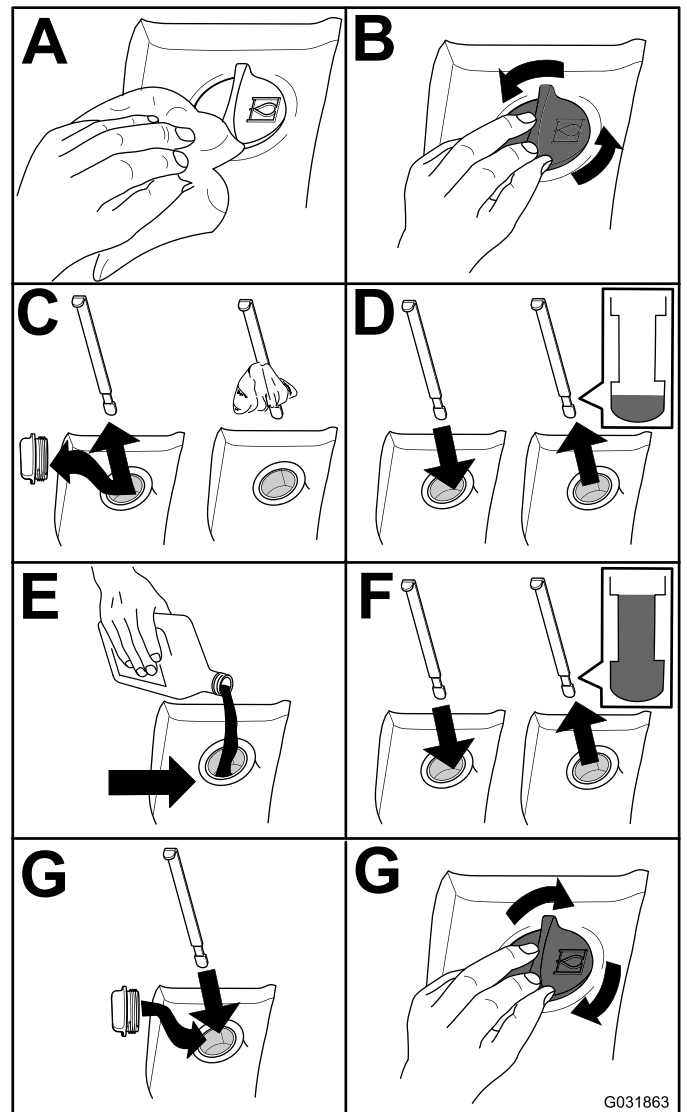

Figure 77
2. Contrôlez le niveau du liquide hydraulique (Figure 77).